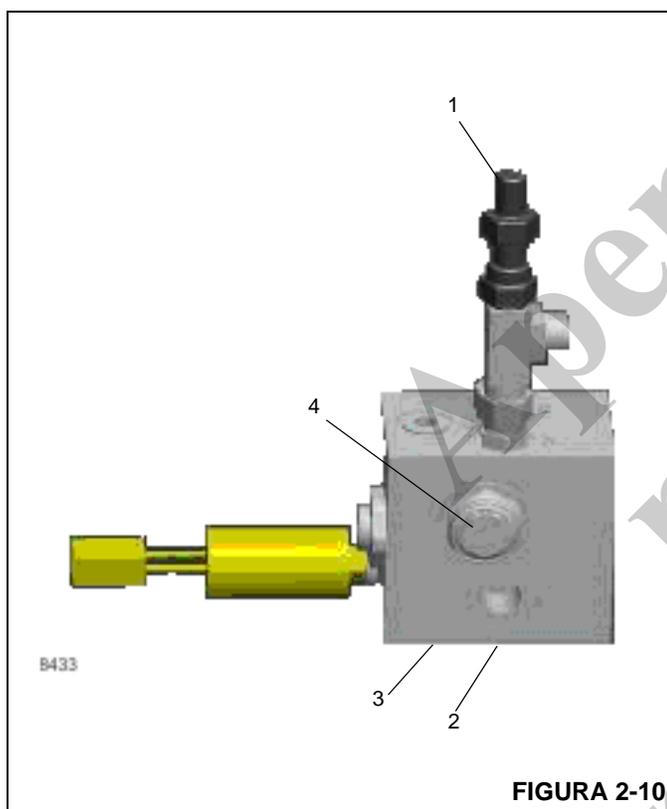

FIGURA 2-10
2. Instale um manômetro na entrada de teste de pressão "A1" da válvula de carga do acumulador duplo do freio de serviço (Figura 2-10).